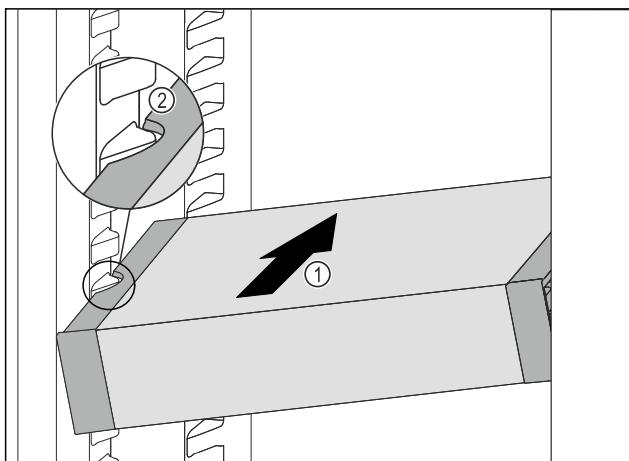

Fig. 88
- VarioSafe zasúvajte šikmo do chladničky Fig. 88 (1), kým sa bočné vybrania Fig. 88 (2) VarioSafe nebudú nachádzať vo výške rebra nádoby v chladničke.